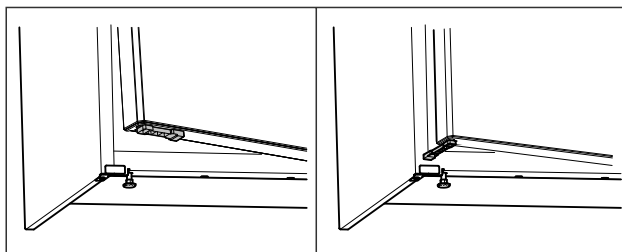

Fig. 63 *
- ▶ Поверните ограничитель открытия двери на 90°. (см. Fig. 63) *